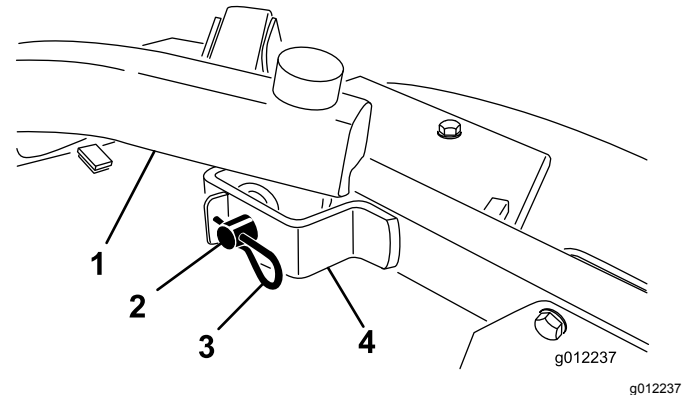

Figure 21
4. Retirez les goupilles fendues et les axes de chape qui fixent les bras de levage aux supports des bras pivotants (Figure 21).